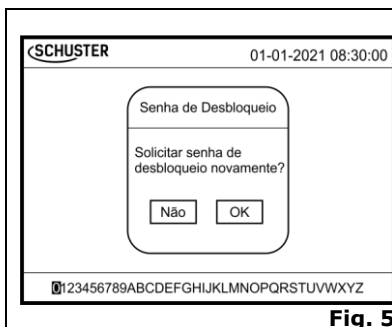

Fig. 5
- Após o desbloqueio, o sistema irá solicitar se o usuário deseja que a senha de desbloqueio seja solicitada novamente (Fig. 5), na próxima vez que iniciar a autoclave. Em seguida, o visor exibirá a tela do programa (Fig.6).